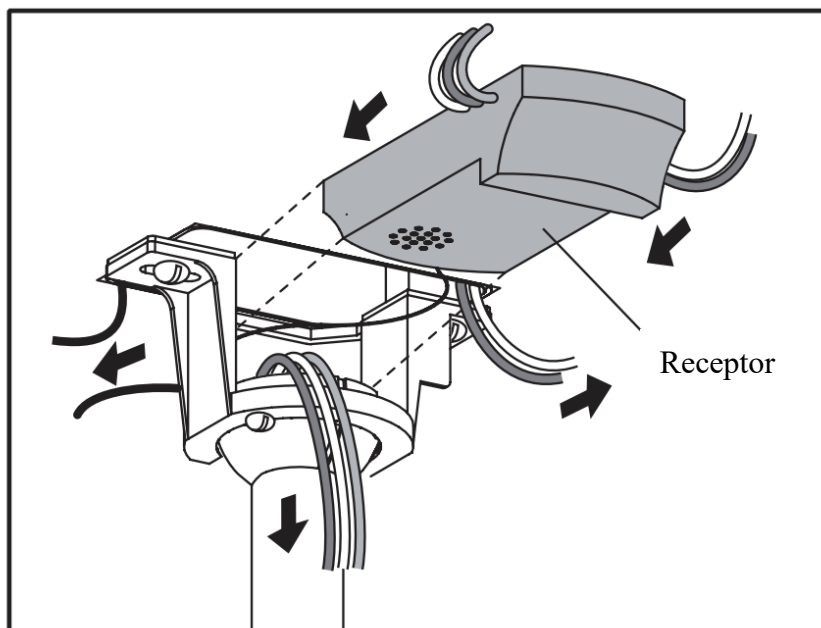

Fig. 15
12. Inserte el receptor remoto con cuidado sobre la bola de colgado en el espacio sobrante del soporte de montaje. Tome precauciones para no dañar o aflojar ninguno de los cables. **(Fig. 15)**